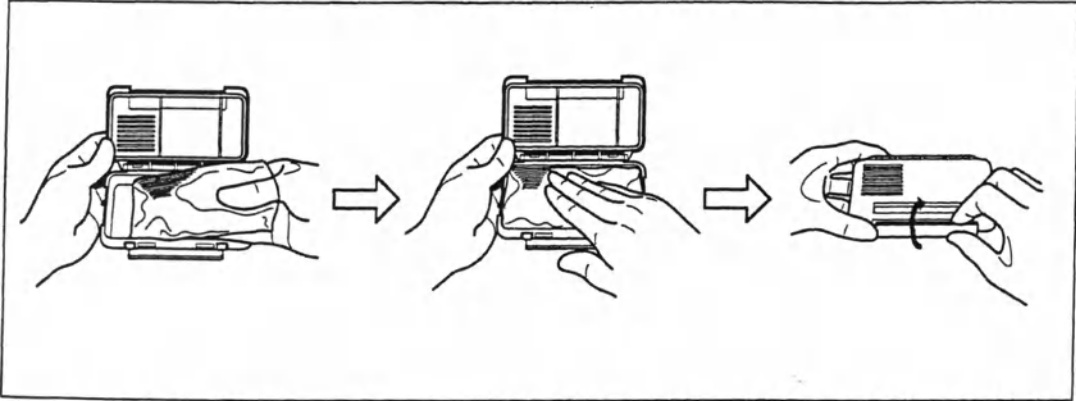

Рис. 4.8
5. Вложите новый газовый фильтр в корпус, слегка надавите на верхнюю часть фильтра для правильной кластеризации дезодоранта (см. рис. 4.8).